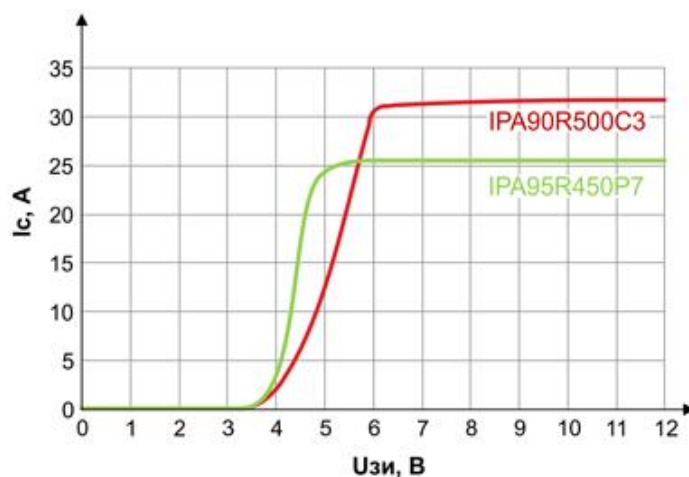

Рис. 9. Сравнение сток-затворных характеристик CoolMOS P7 и CoolMOS C3 [1]
**Малое и точное значение порогового напряжения.** Пороговое напряжение для транзисторов CoolMOS P7 составляет около 3 В, а его разброс не превышает  $\pm 0,5$  В (рисунок 9). Это позволяет уменьшить потери мощности на управление за счёт снижения напряжения включения.